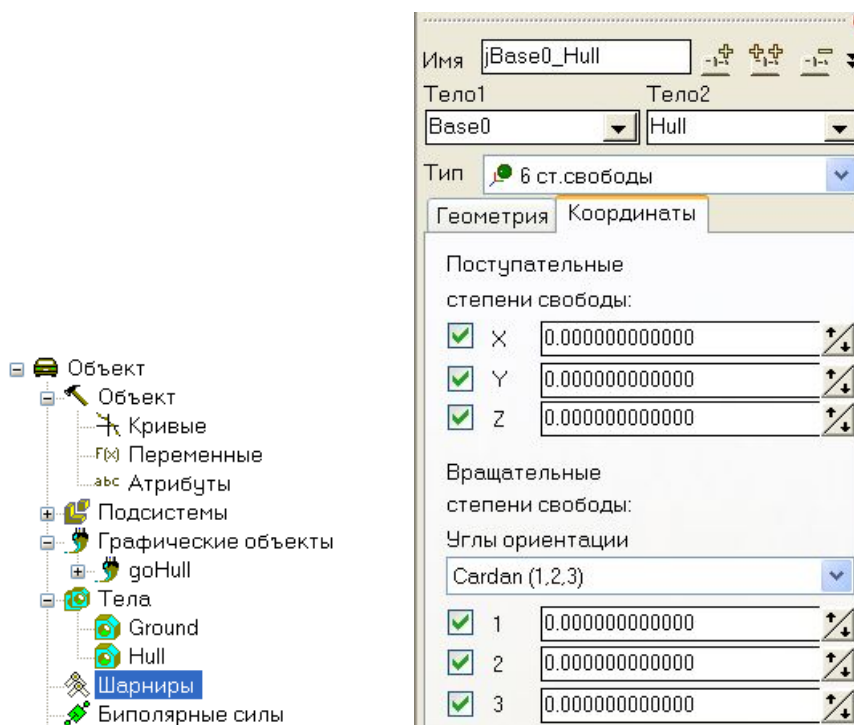

Рис. 29 Добавление шарнира для корпуса
- выберите элемент **Шарниры** в списке элементов модели, рис. 29;
**Замечание 2.** Как известно, любые три угла ориентации имеют вырожденное положение. Например, углы Эйлера вырождаются при нулевых значениях координат, поэтому крайне редко используются в технических приложениях. Мы не рекомендуем использовать углы, обладающие данным свойством, то есть последовательности поворотов, в которых первый и последний повороты осуществляются вокруг одноименных осей (3,1,3; 1,2,1 и д.п.). В примере мы выбрали углы с последовательностью поворотов 1,2,3. Они вырождаются в том случае, когда поворот вокруг средней оси (Y) равен 90